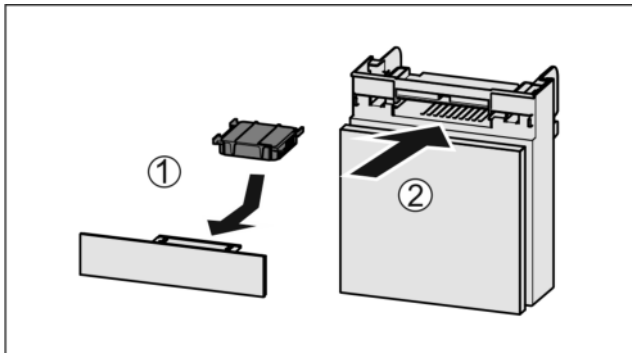

Fig. 134
- ▶ Aktivkohlefilter nach Abbildung einsetzen Fig. 134 (1).
- ▶ Fach einschieben Fig. 134 (2).